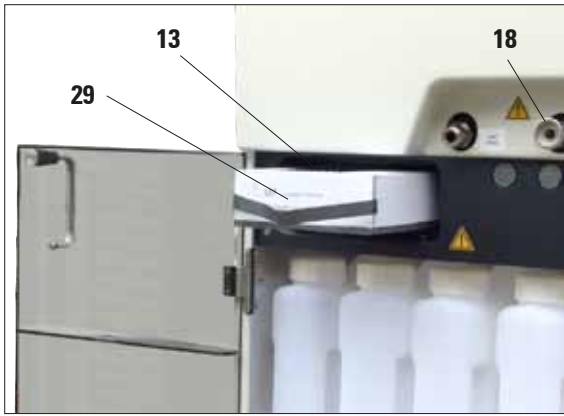

Fig. 5
- Disimballare il filtro a carbone attivo (13) e inserirlo. (vedere Fig. 5).
Quando s'inserisce il tubo dentro la connessione riempimento/svuotamento (fig. 5/6/18) il dispositivo di connessione (28) del manicotto si blocca con uno scatto udibile.